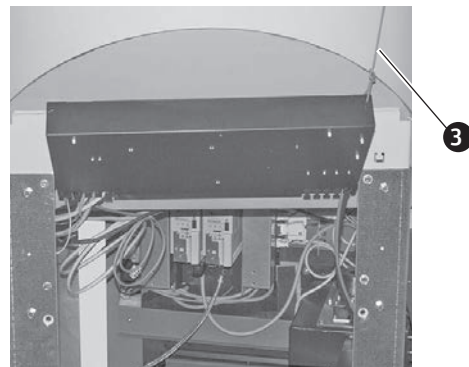

Fig. 254 Schaltfeld aufklappen und mit Seil oder Draht fixieren
Zum leichteren Anschließen an die Anschlusskonsole bzw. der Frequenzumformer bzw. kann das Schaltfeld 2 nach oben geklappt werden – Fig. 254.
- ▶ Schaltfeld aufklappen und mit einem Seil oder Draht fixieren – Fig. 254.